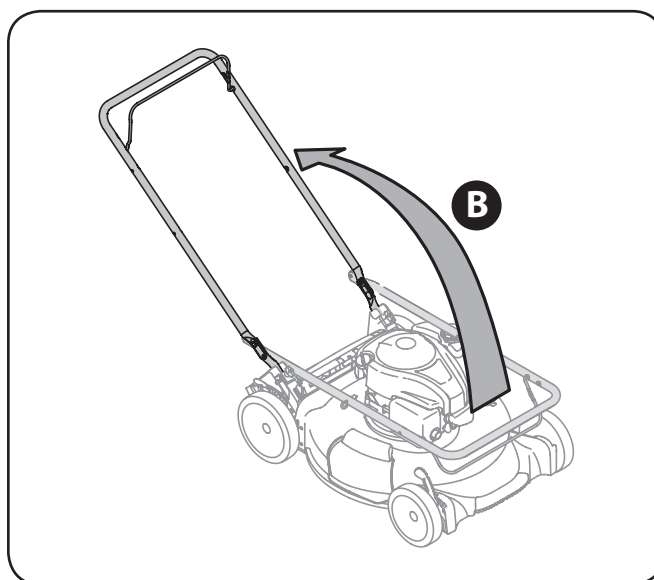

Figura 3-2
- b. Si bien la estabilización de cortacésped por lo que no se mueve, pivote esa superior como se muestra en Figura 3-2. No engarzado cable mientras levanta la palanca hacia arriba.